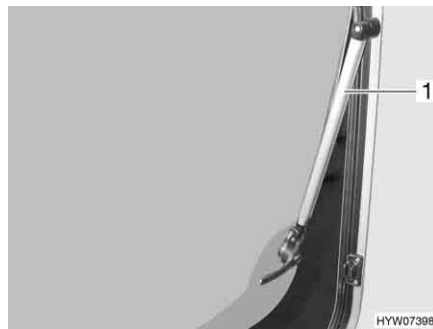

Bild 78 Överkantshängt fönster med automatik-spärr
- Öppna det överkantshängda fönstret till önskat läge. Automatik-spärren (Bild 78,1) hakar fast automatiskt.